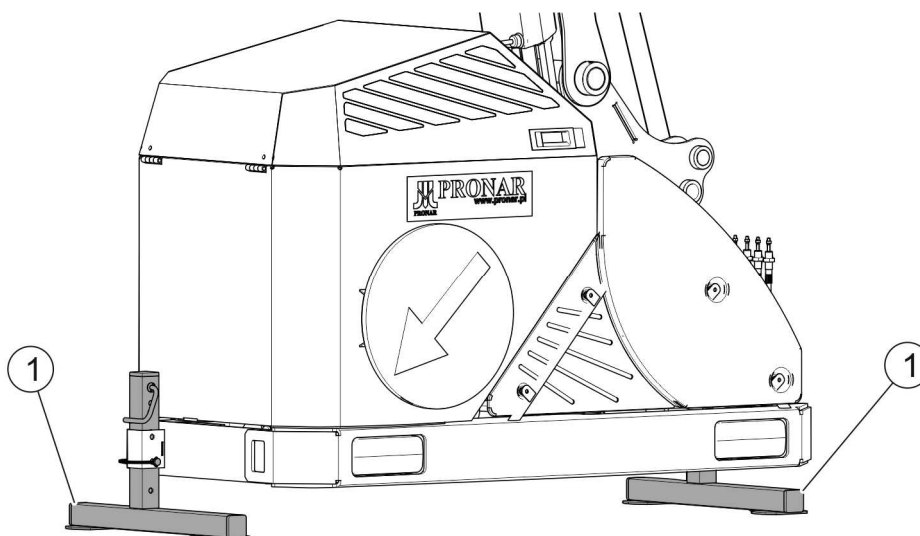

РИСУНОК 1.2. Положение универсальной стрелы во время погрузки.
На время погрузки и транспорта универсальная стрела должна стоять на выдвинутых с двух сторон стрелы опорах (1) (РИСУНОК 1.2), заблокированных на одинаковой высоте.